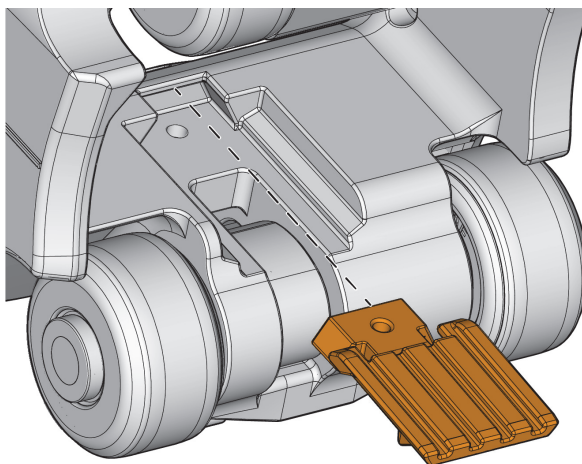

图 5-12 拆下探头托架锁定释放片
3. 从小车底部，将锁定释放片滑出燕尾榫（参见第78页的图 5-12）。